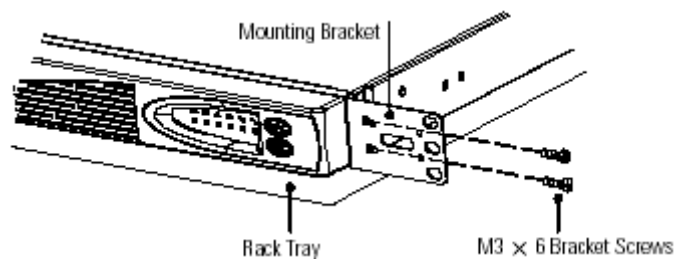

Рисунок 7. Лоток и крепежный кронштейн для 23” стойки
2. С каждой стороны ИБП прикрепите короткую сторону кронштейна к ИБП с помощью двух винтов M3x6, поставляемых в комплекте (см. рис. 7).